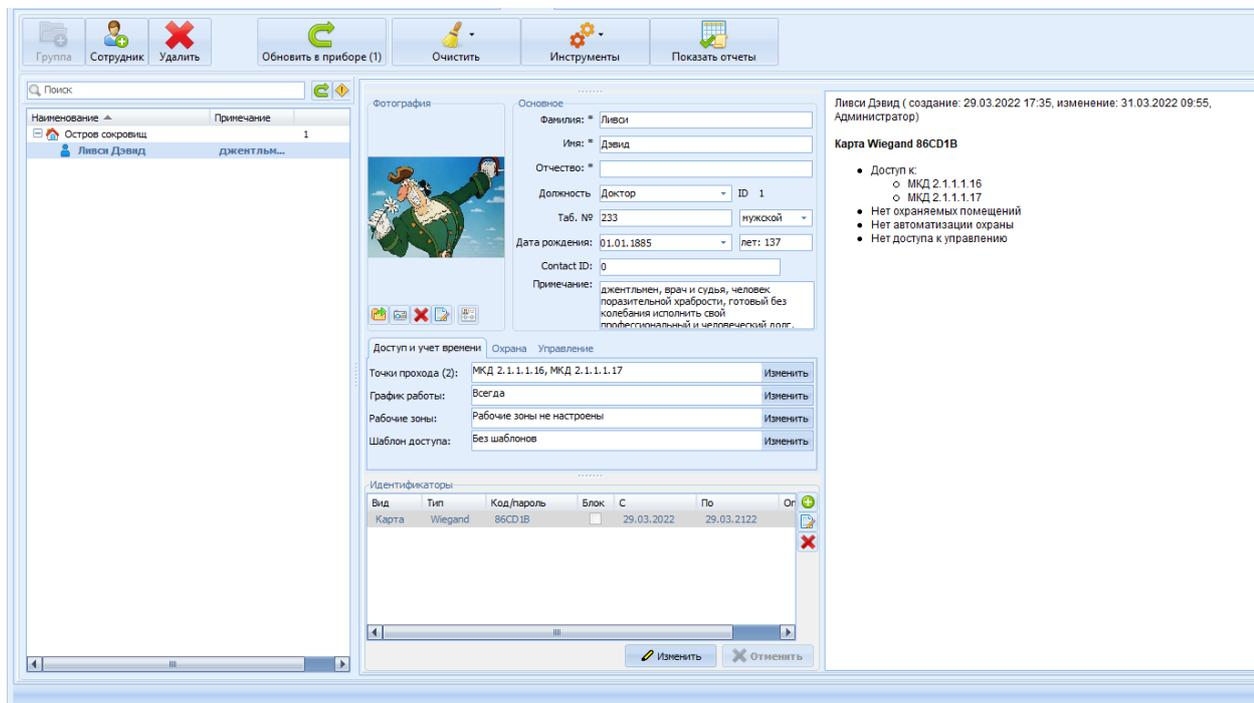

Рисунок 25.39 – Окно добавления нового сотрудника
2) В открывшемся окне в разделе **Основное** ввести сведения о новом сотруднике (рисунок 25.39):